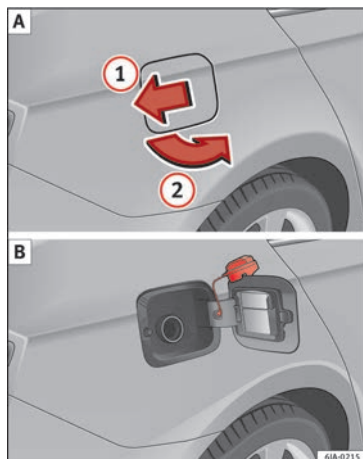

Fig. 202 Parte trasera del vehículo, lado derecho: tapa del depósito/tapa del depósito con el tapón desenroscado.
En un adhesivo pegado en el lado interior de la tapa del depósito se indican el tipo adecuado de combustible para su vehículo, así como el tamaño de neumático y la presión de inflado del mismo » **fig. 202 B**.
- Presione sobre la tapa del depósito en el sentido de la flecha ① » **fig. 202**.
- Abra la tapa en el sentido de la flecha ②.
- Desenrosque hacia la izquierda el tapón de cierre del depósito y colóquelo encima de la tapa del depósito » **fig. 202 B**.
- Una vez desbloqueado el vehículo con el mando del cierre centralizado presione sobre la tapa del depósito en el sentido de la flecha ① » **fig. 202**.